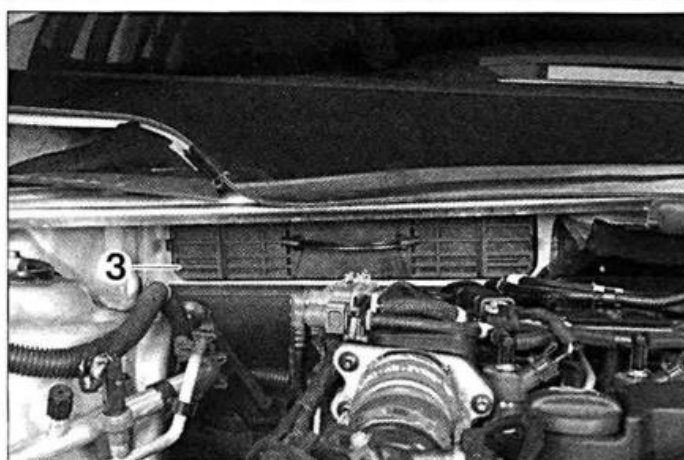

FIG. 2
- Desmontar la trampilla (3) por simple tracción (fig. 2).